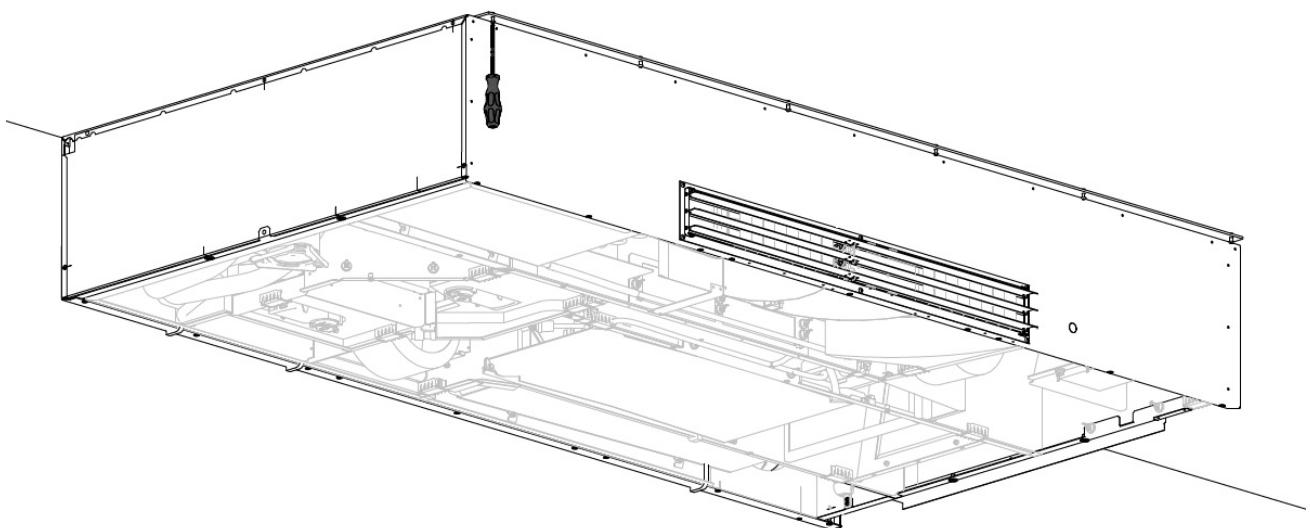

Abbildung 16: Befestigen der vorderen Halterung an der Decke
6. Montieren Sie die vordere Halterung an der Decke, siehe Abbildung 16. Verwenden Sie **alle** Befestigungspunkte.